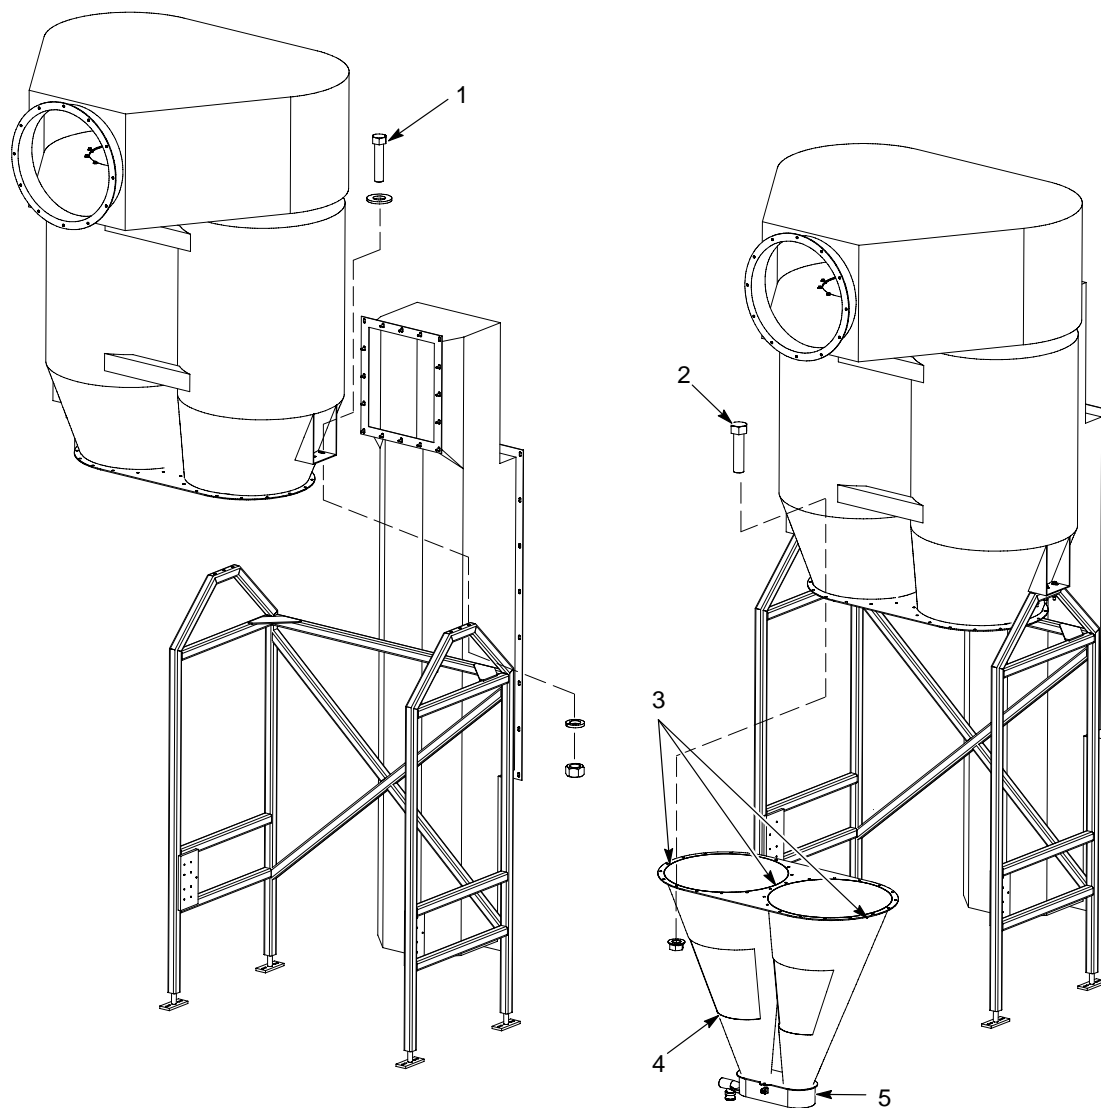

Figura 12 Montagem dos ciclones na estrutura de suporte e completamento do conjunto
4. Consulte a figura 12. Monte o conjunto dos ciclones/parte superior dos ciclones na estrutura de suporte.
5. Prenda os ciclones à estrutura de suporte com parafusos e porcas (1) de $\frac{1}{2}$ x 1 in, de aço. Aperte bem os parafusos.
6. Aplique um cordão de massa vedante RTV (3) à flange da metade inferior dos ciclones.